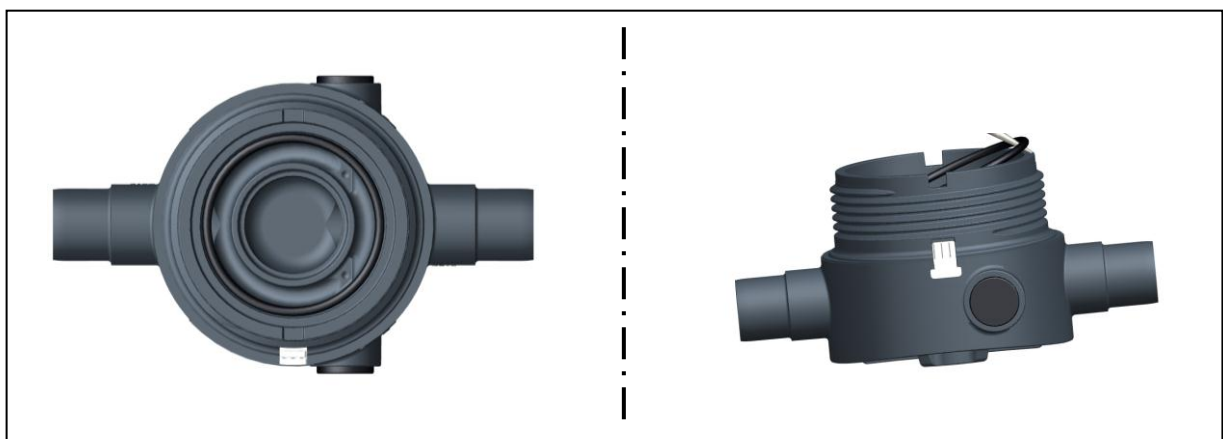

Fig. 10
- Retirar 2 juntas tóricas de la pieza de base, ver la fig. 10.